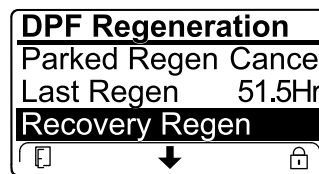

Figure 78
- Si le calculateur moteur n'a pas demandé de régénération d'urgence et que vous naviguez jusqu'à l'option RECOVERY REGEN, la régénération d'urgence se bloque et l'icône de blocage (Figure 78) apparaît en bas à droite de l'InfoCenter.